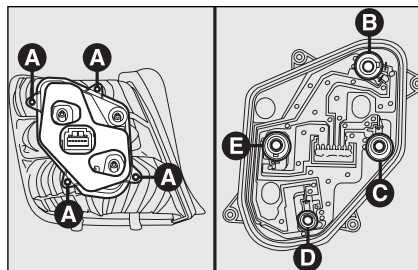

fig. 32
- ☐ desaparafuse os 4 parafusos **A-fig. 32** e extrair o porta-lâmpadas da sua sede;